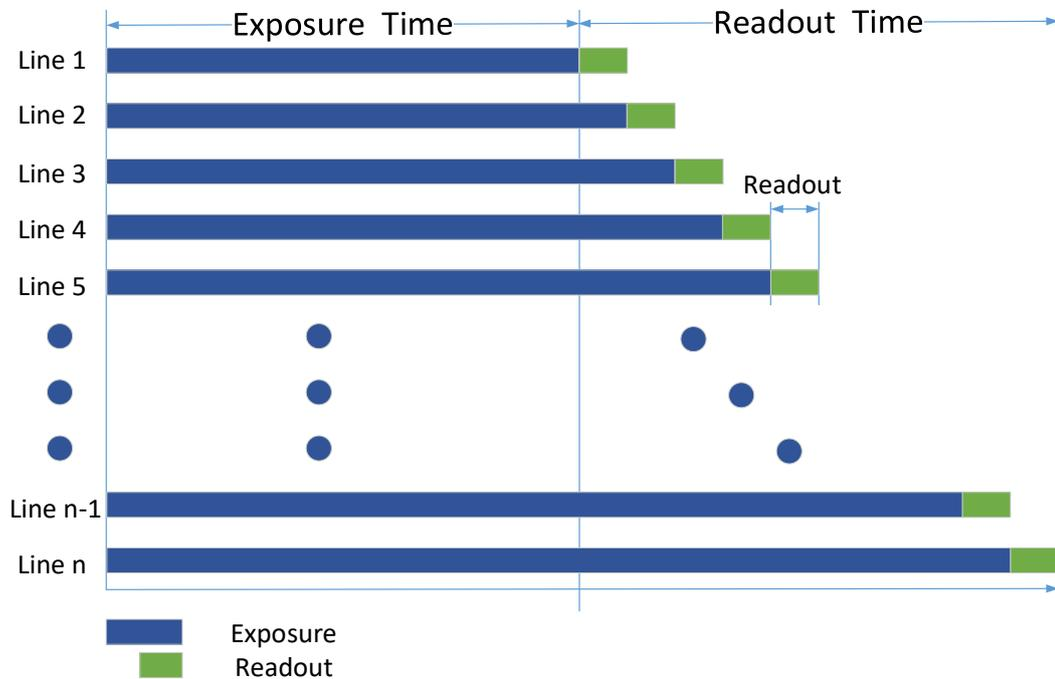

图9-3 Global Reset 工作原理
部分卷帘快门相机具有 Global Reset 功能。该功能通过将图像各行的曝光时间点拉到同一起始点，从而达到一键全局曝光的目的，如图 9-3 所示。
- 开启 *Global Reset* 功能后，因图像各行的曝光时间不同，可能会导致图像各行从上至下亮度不同。因此若开启此功能，建议在全暗环境下，配合工业光源一同使用。在图 9-3 所示的曝光时间内开启光源，其他时间关闭光源，使得图像各行在相同的曝光时间内获得同样的照明，以此来控制图像各行的亮度。